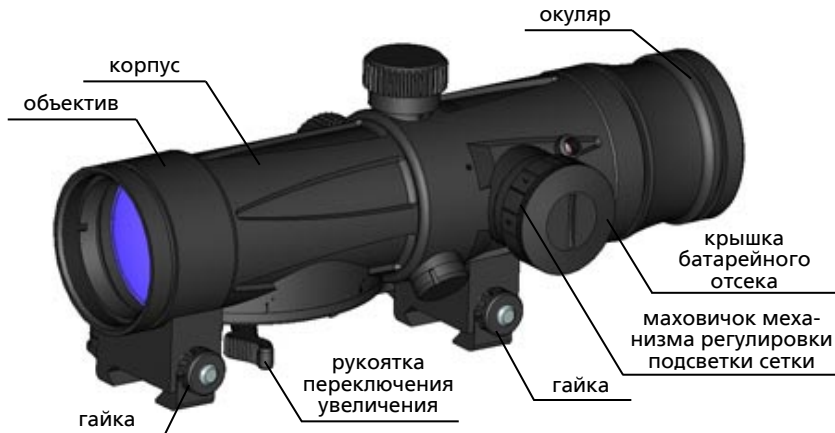

Рисунок 1
- вывернуть крышку батарейного отсека (рисунок 1);
1.6.4 Рукоятка переключения увеличения (рисунок 1) имеет два фиксированных положения 1^x и 4^x.
- надавливая до упора на ось зажимного устройства со стороны рукоятки, развернуть гайку (рисунок 1) по (против) часовой стрелке на необходимый угол;